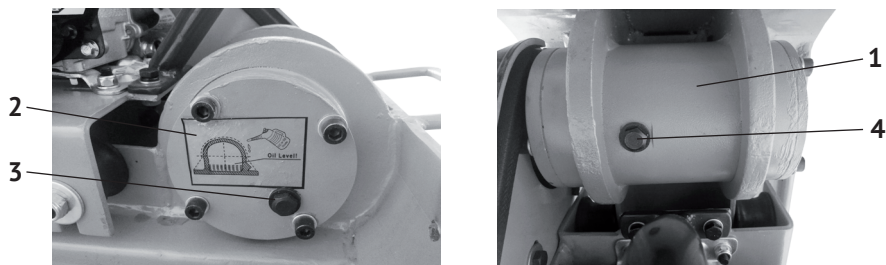

рис.4
## 5.3 Проверка и заполнение маслом корпуса эксцентрикового вала (см. рис.4)
- открутить пробку-болт (рис.4 поз.3) на крышке корпуса вибратора (рис.4 поз.2);
- проверить уровень масла в корпусе вибратора, при необходимости долить, используя специальную воронку через маслозаливное отверстие, открутив болт (рис.4 поз.4);
#### 7.4.2 Замена масла в корпусе вибратора (см. рис.4)
- выкрутить болт-пробку (рис.4 поз.3) маслосливного отверстия из крышки (рис.4 поз.2) корпуса вибратора;
- открутить болт-пробку (рис.4 поз.4) маслозаливного отверстия;
- установив основание горизонтально, залить (используя воронку) в корпус вибратора (рис.4 поз.1) масло (около 0,2 л), контролируя уровень через маслосливное отверстие;